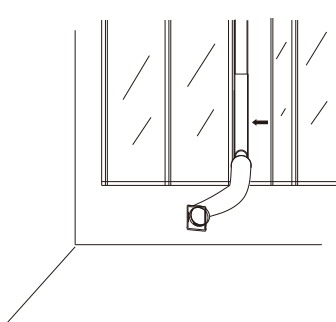

Fig. 7
8. Instalar a saída de ar, kit de janela e respectivos acessórios na janela, depois fechar a janela de acordo com a direção da ponta da seta no desenho da Fig 7 para premir firmemente o kit de janela.